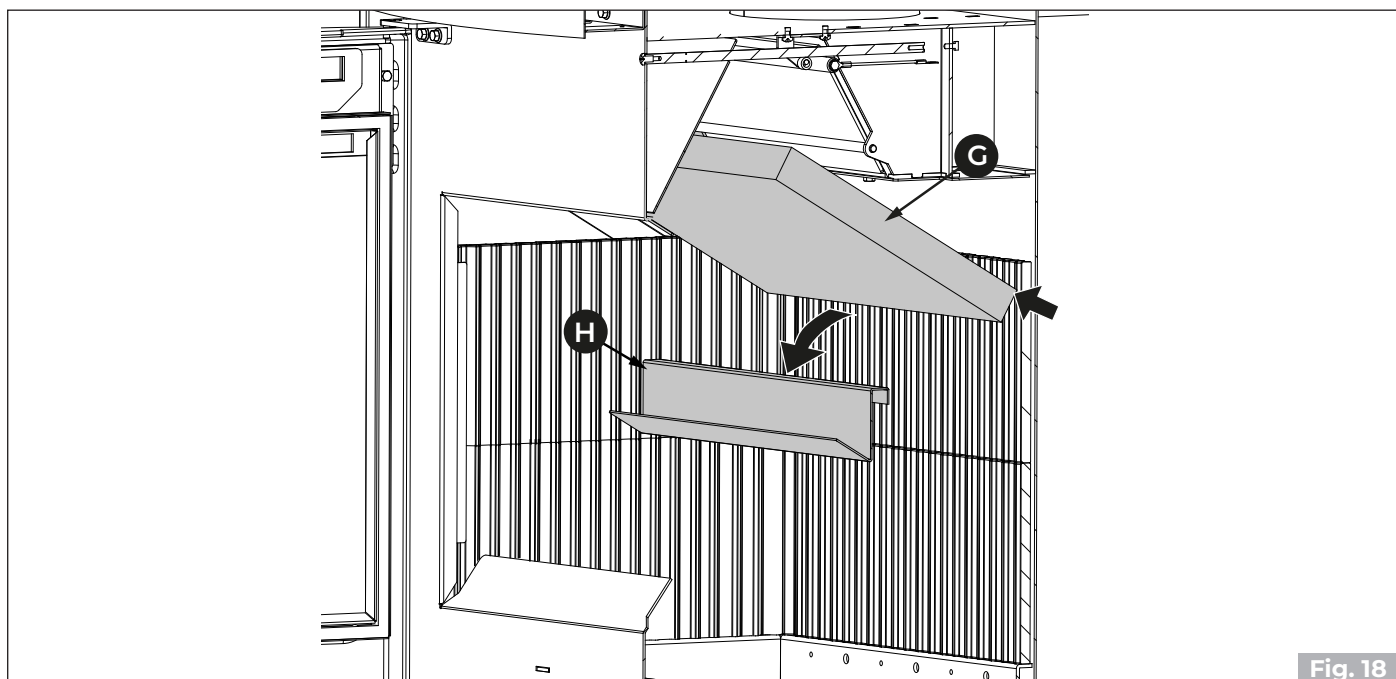

Fig. 18
Abra la puerta, levante el deflector (G) y retire la placa de postcombustión (H) (**Fig. 18**).